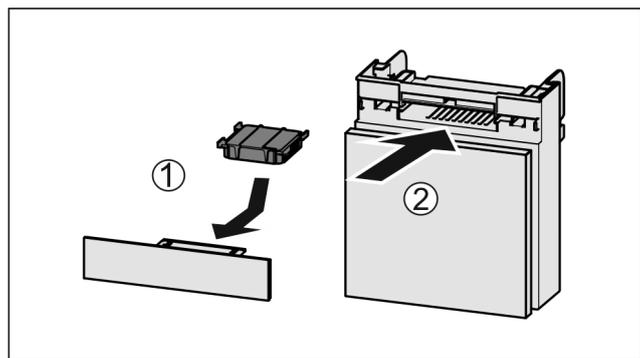

Fig. 132
- ▶ Umetnite filtara s aktivnim ugljenom kao što je prikazano na slici Fig. 132 (1).
- ▶ Umetnite pretinac Fig. 132 (2).